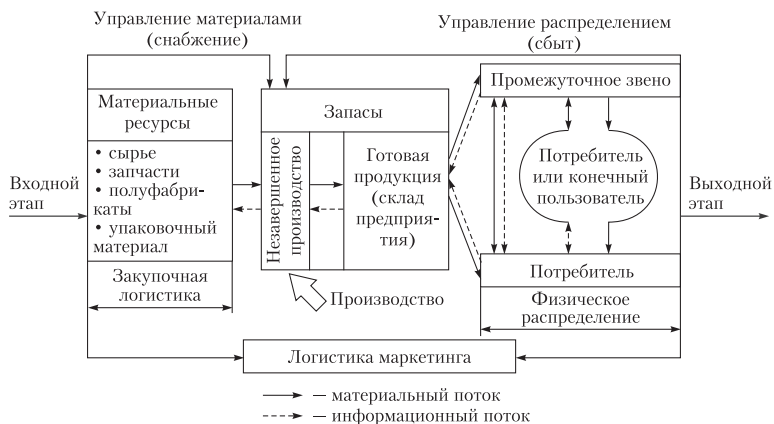

Рис. 1.1. Принцип логистической системы
**2.1.** Один из принципов разработанной американскими учеными логистической системы, иллюстрирующий ее концепцию (принципы), приведен на рис. 1.1.